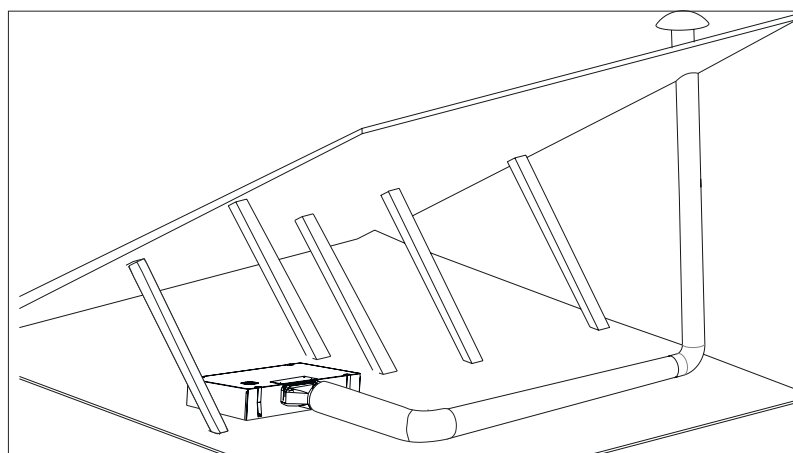

Fig. 15
9. ➔ Tilslut nu endeligt kanalen til emhætten og afslut installation (Fig. 15).